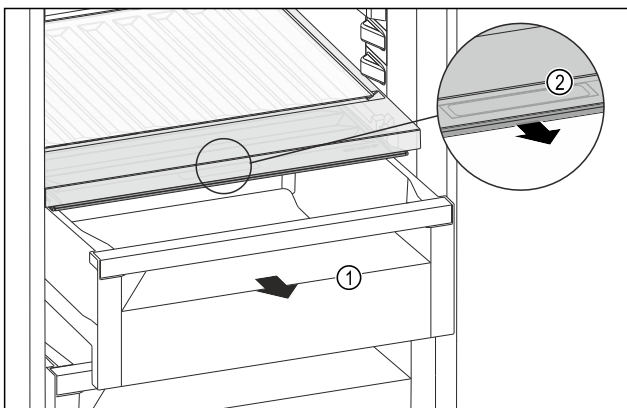

Fig. 97
- ▶ Húzza ki a fiókot Fig. 97 (1).
- ▶ Fogja meg a süllyesztett fogantyút Fig. 97 (2) a rekeszfedélen, és ezzel egy időben húzza előrefelé a rekeszfedelet.